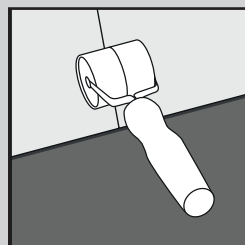

Fig. 4
5. Continúe instalando tablonces a lo largo de la sala hasta completar la fila ayudándose de un rodillo de mano. (Fig. 4) Solo si fuera necesario, utilice una maza de goma y un recorte del producto para golpear con suavidad y que encaje. Puede utilizar una palanca para encajar el producto en los bordes del perímetro de la sala (Fig. 5).